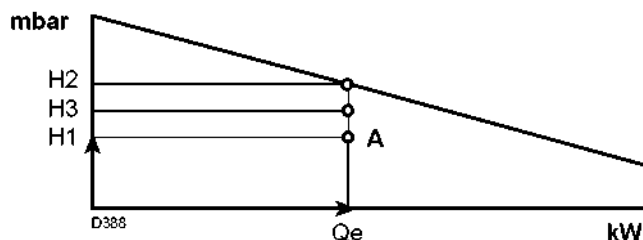

Рис. 41
4. Проведите через точку А вертикальную линию, рисунок 41, и найдите максимальное давление  $H_2$  в рабочем диапазоне.